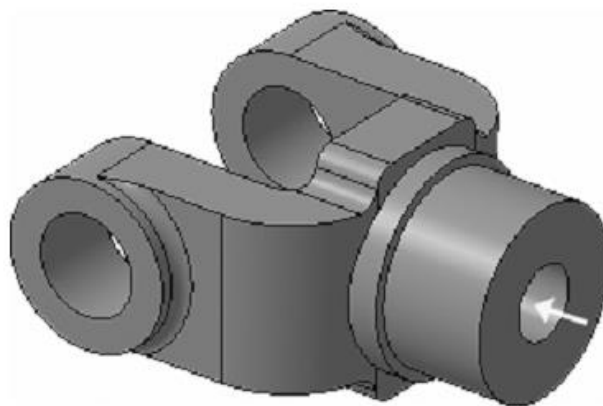

Рисунок 40.
5. По умолчанию центр отверстия совмещается с точкой начала координат эскиза— просто нажмите кнопку Создать объект (рис. 40).